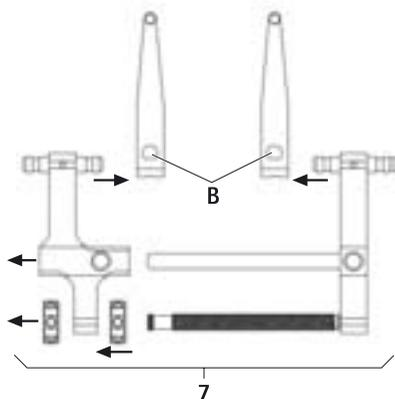

Abb. 2
- Distraktor 7 mit Distraktionsblättern demontieren, siehe Abb. 2: Schieber B betätigen und Distraktionsblatt FW239R entnehmen.